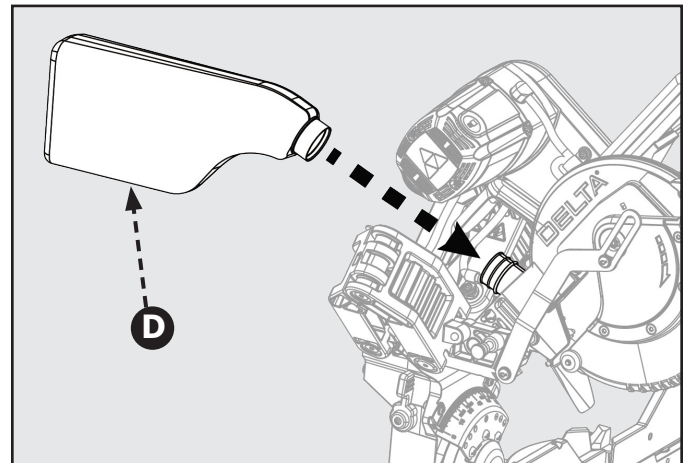

Figura 9
La herramienta incluye una bolsa de recolección de polvo (D) que se coloca sobre el puerto de salida ubicado en la protección de la guarda superior. Deslice la arandela de plástico por el puerto de salida de polvo ubicado en la parte posterior del cabezal de la sierra. Consulte la Figura 9.